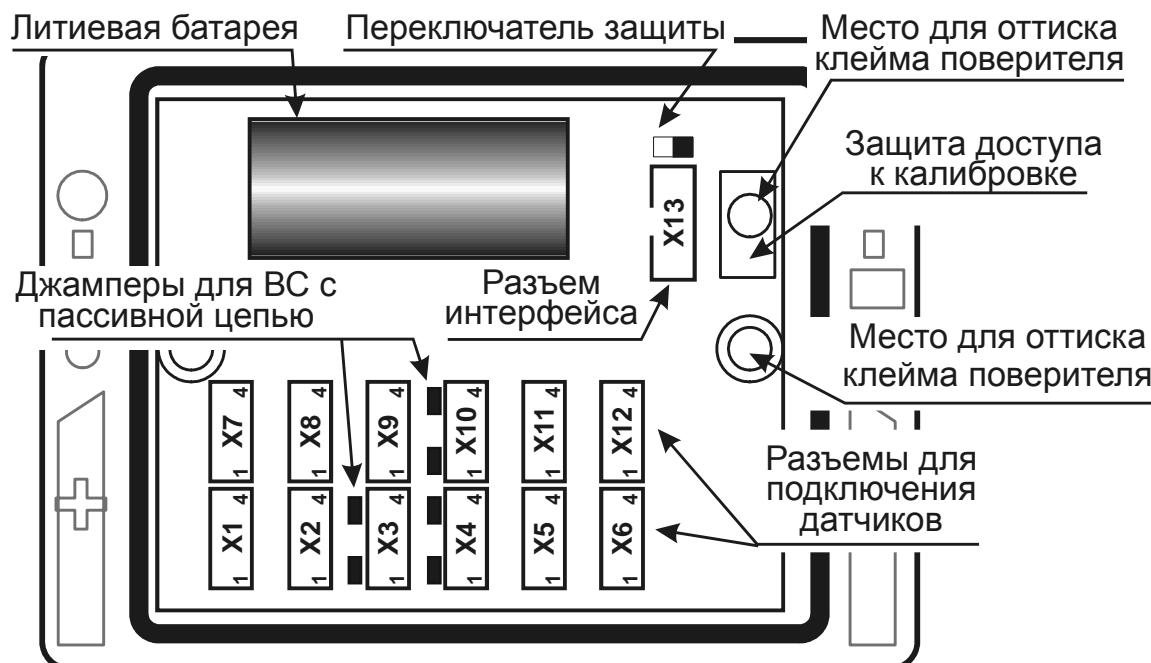
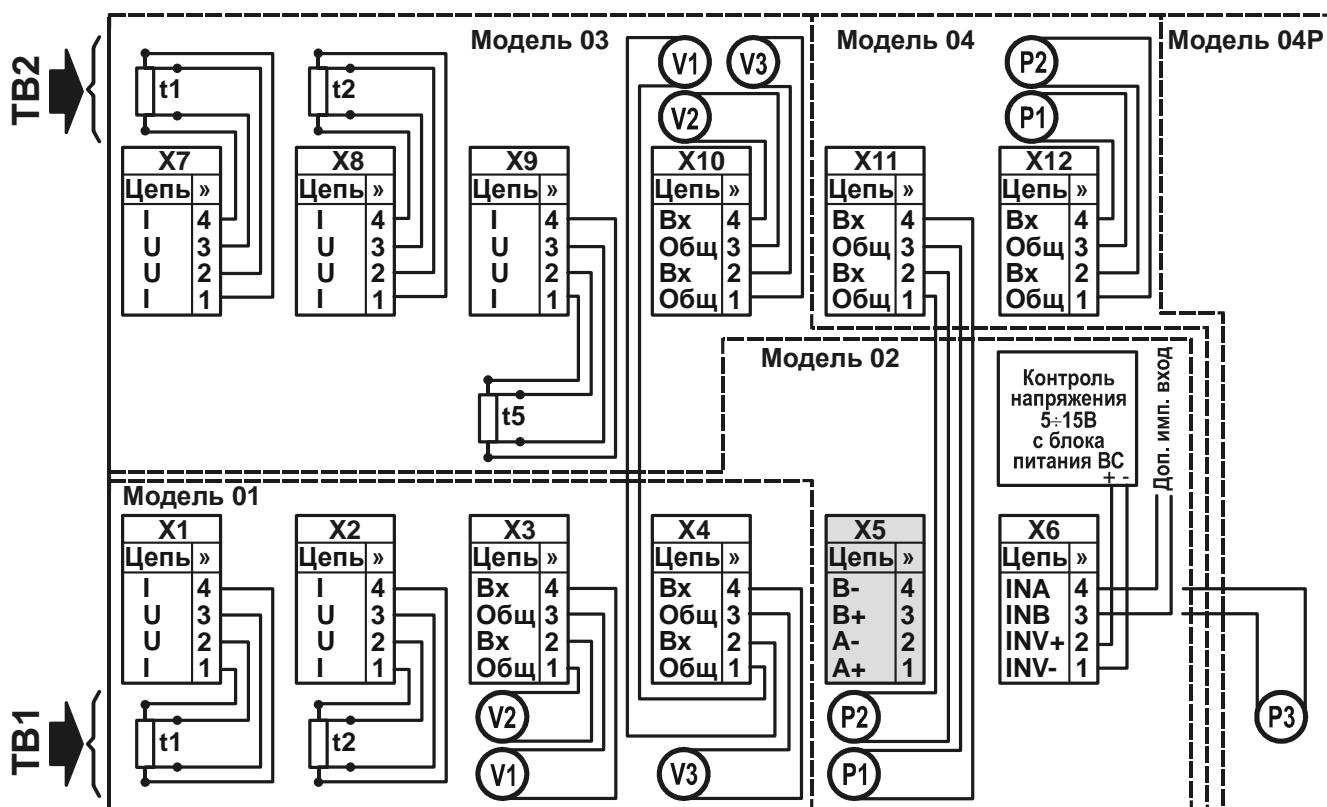

Рис. 5.3 – Вид снизу на снятую крышку ВКТ-7
Рис. 5.4 – Подключение датчиков к разъемам ВКТ-7
В случае пассивного типа выхода следует установить перемычку (джампер), показанную на рис. 5.3 слева от соответствующего разъема X3, X4 и X10, а при активном – снять ее.
Разъемы для подключения внешних цепей находятся на модуле, закрепленном в крышке ВКТ-7. Размещение разъемов приведено на рис. 5.3, а схема подключения датчиков – на рис. 5.4. При поставке ВКТ-7 ответные части разъемов и джамперы установлены.
- убедиться, что левее каждого из имеющихся на модуле (установлен на крышке корпуса) разъемов X3, X4 и X10 установлены джамперы (рисунок 5.3). В противном случае джамперы следует установить, взяв их из состава поставки комплекта соединителей;
- при автоматизированной поверке убедиться, что в вычислителе установлен адаптер RS232 или универсальный адаптер RS485/RS232. В противном случае (установлен адаптер RS485 или адаптер отсутствует) следует подключить к разъему X13 (рисунок 5.3) адаптер RS232, взяв его состава поставки комплекта соединителей.